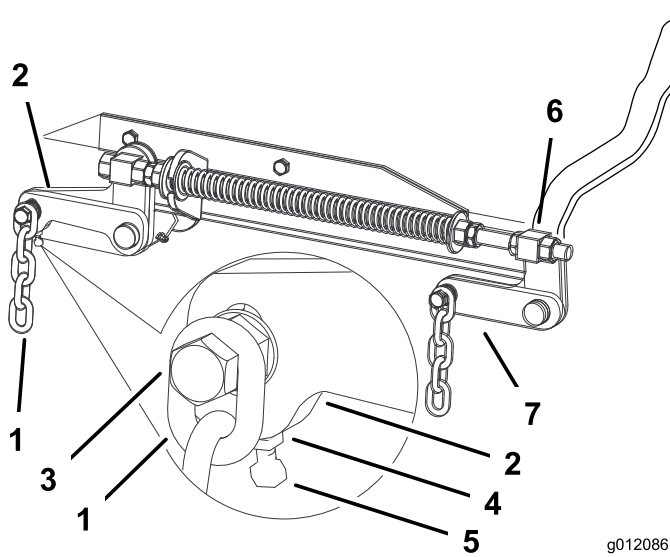

Figure 63
7. Si la distance mesurée au point **B** ou **C** n'est pas correcte, desserrez le boulon de fixation de la chaîne arrière au bras de support arrière (Figure 63).
8. Desserrez l'écrou de blocage sous le bras de support arrière et agissez sur le boulon de réglage de manière à obtenir une distance de 79 à 83 mm (3-1/8 à 3-1/4") (Figure 63).
- Desserrez d'environ 13 mm (1/2") les écrous de blocage à l'avant des pivots avant gauche et droit (Figure 63).
- Réglez les écrous de relevage sur les côtés gauche et droit de la machine de manière à abaisser l'avant de 6 à 10 mm (1/4 à 3/8") au point **A** par rapport au point **B** à l'arrière (Figure 63).